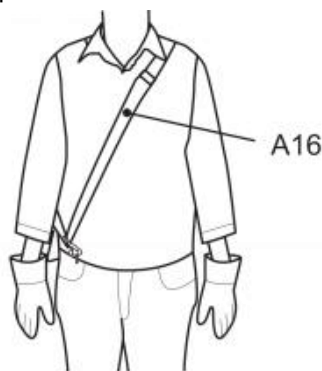

Fig. 33
2. Posizionare l'imbracatura (A16) in modo che passi sopra la spalla sinistra, attraversando il torace e la schiena. La clip di fissaggio (A18) deve essere posizionata all'altezza dell'anca destra (Fig. 33).